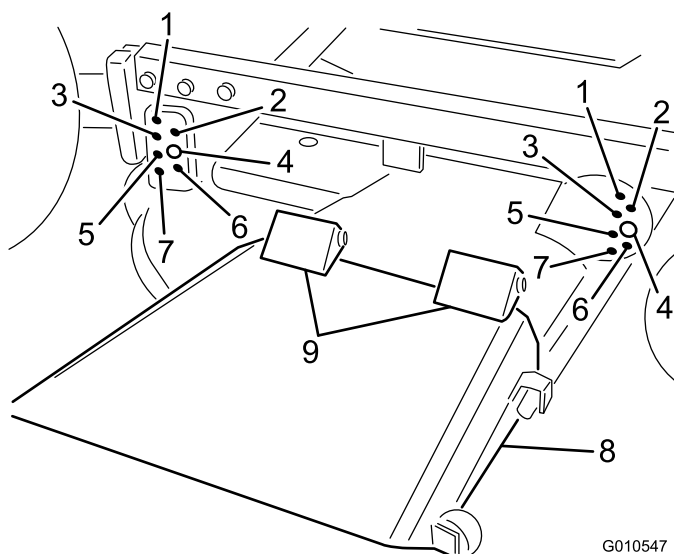

Figura 9
7. Desça a estrutura de suporte e instale 4 pinos de forquilha através dos furos do suporte da altura de corte desejada e suportes da estrutura. Prenda os 4 pinos com contrapinos de gancho (Figura 9).